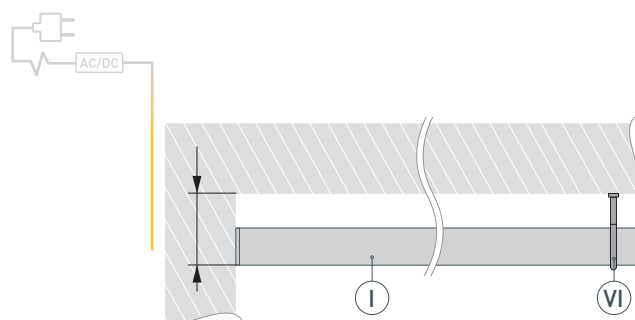
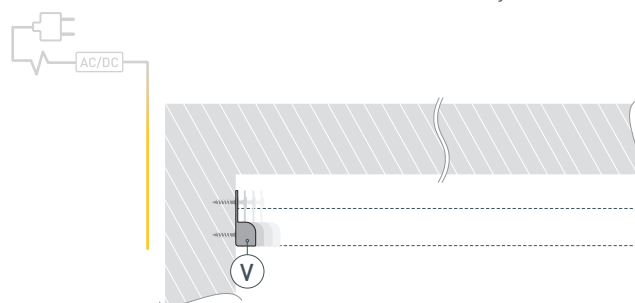

Рис. 2.
Рис. 3.
- 4 / Приложите профиль **I** к поверхности так, чтобы жесткий подвес **VI** плотно прилегал к верхней поверхности, как показано на рис. 2. Отметьте места, где должен будет располагаться настенный держатель **V** и отложите профиль **I**. Закрепите настенный держатель **V** на боковой поверхности, как показано на рис. 3.